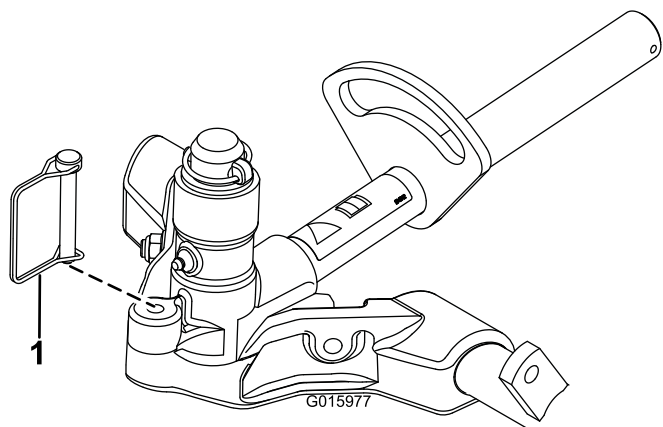

**Figura 16**
9. Rivestite l'albero del telaio portante di grasso pulito (Figura 16).
10. Per gli elementi di taglio anteriori, infilate un elemento di taglio sotto il braccio di sollevamento mentre inserite l'albero del telaio portante nella forcella di articolazione del braccio di sollevamento (Figura 16). Assicuratevi che la rondella di spinta sia in posizione corretta sull'albero del telaio portante.
11. Fissate l'albero del telaio portante alla forcella del braccio di sollevamento con il perno di ritenuta (Figura 16).
- B. Inserite la forcella del braccio di sollevamento nell'albero del telaio portante (Figura 16).